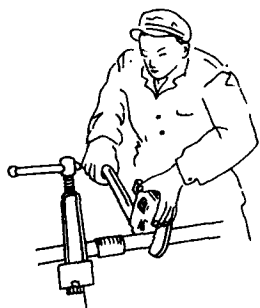

图 1-8 管钳操作
(1) 操作管钳时, 用钳口卡住管子, 通过向钳把施加压力, 迫使管子转动。为了防止钳口脱落而伤及手指, 一般左手轻压活动钳口上部, 右手握钳, 两手动作协调, 如图 1-8 所示。
(2) 扳动管钳手柄不可用力过猛或在手柄上加套管, 当手柄尾端高出操作人员头部时, 不得采用正面攀吊的方式扳动手柄。
(3) 管钳钳口不得沾油, 以防打滑。
(4) 严禁用管钳拧紧六角螺栓等带棱工件。不得将管钳当作撬杠或手锤使用。